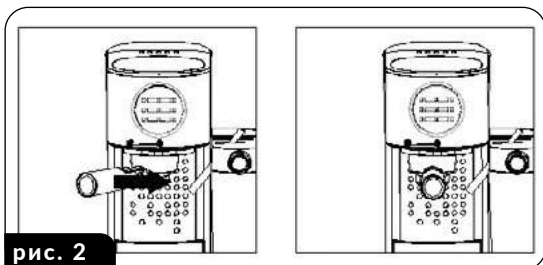

рис. 2
4. При помощи трамбователя (25) утрамбуйте кофе, а затем удалите избыток кофе с обода, чтобы обеспечить правильную посадку фильтра (рис. 2б и 2в).
1. Разместите колбу (10) вместе с установленным фильтром (13) в гнезде установки колбы (5) таким образом, чтобы ручка колбы (12) совпадала с символом открытого замка на передней панели кофемашины (рис. 2).
2. Легко поверните ручку колбы (12) вправо так, чтобы она совпадала с символом закрытого замка на передней панели кофемашины.